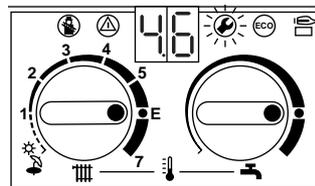

Fig. 49
- Dopo avere rilasciato il pulsante sul display appare per ca. 5 sec, ad es. la sigla „4.6“ seguita dalla sigla „00.“ oppure „01.“. Il pulsante si illumina (fig. 49).